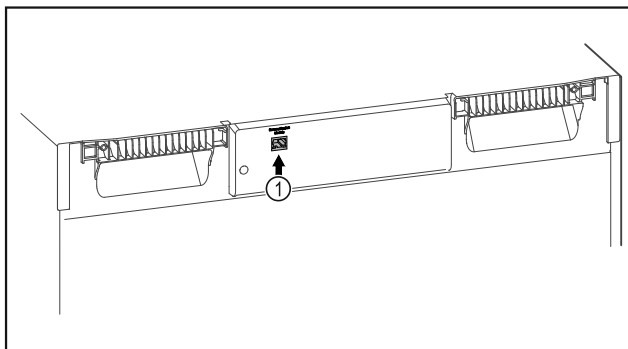

Fig. 111
- SmartModule Fig. 111 (1) se rabi.